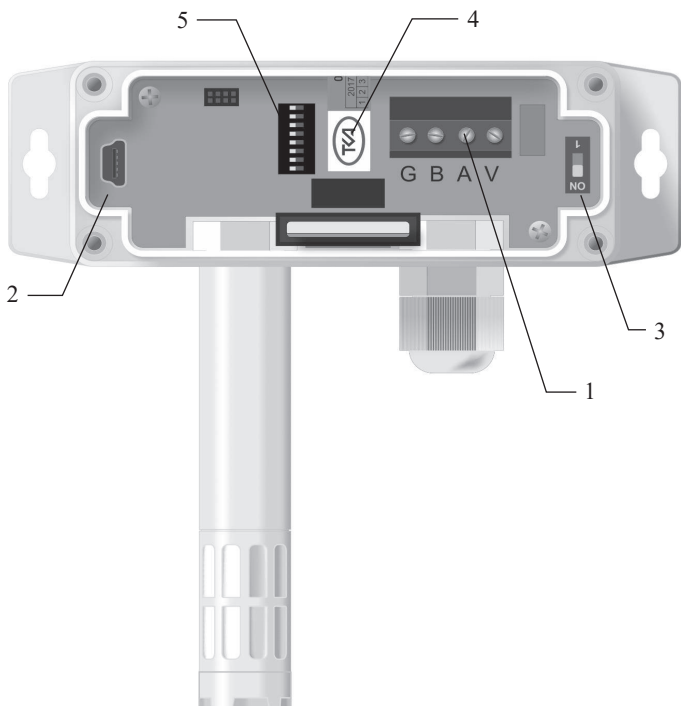

Рис.2 – Вид прибора со снятой крышкой
влагозащищенном корпусе, доступ к клеммнику (1, Рис.2), разъему mini-USB (2, Рис.2) и переключателю терминирования линии (3, Рис.2) возможен при снятой верхней крышке. Разъем mini-USB предназначен для настройки прибора, а клеммник - для подключения 4-жильного кабеля связи и питания, заведенного через кабельный ввод. При этом каждый контакт съемного клеммника имеет обозначение на плате: G - земля питания, B - линия данных B, A - линия данных A, V - плюс питания.
С помощью переключателя (5, Рис.2) можно задать адрес устройства Modbus, не подключая прибор к ПК. Задание адреса осуществляется в двоичном виде с помощью смещения каждого отдельно белого движка вправо. Положение каждого отдельного движка справа соответствует значению 1 в соответствующем месте байта адреса. Т.е. когда все движки слева - адрес равен 0; когда все справа - 255; когда только первый верхний - 1 и т.д.
5.2 Пломба предприятия-изготовителя устанавливается внутри прибора (4, Рис.2).